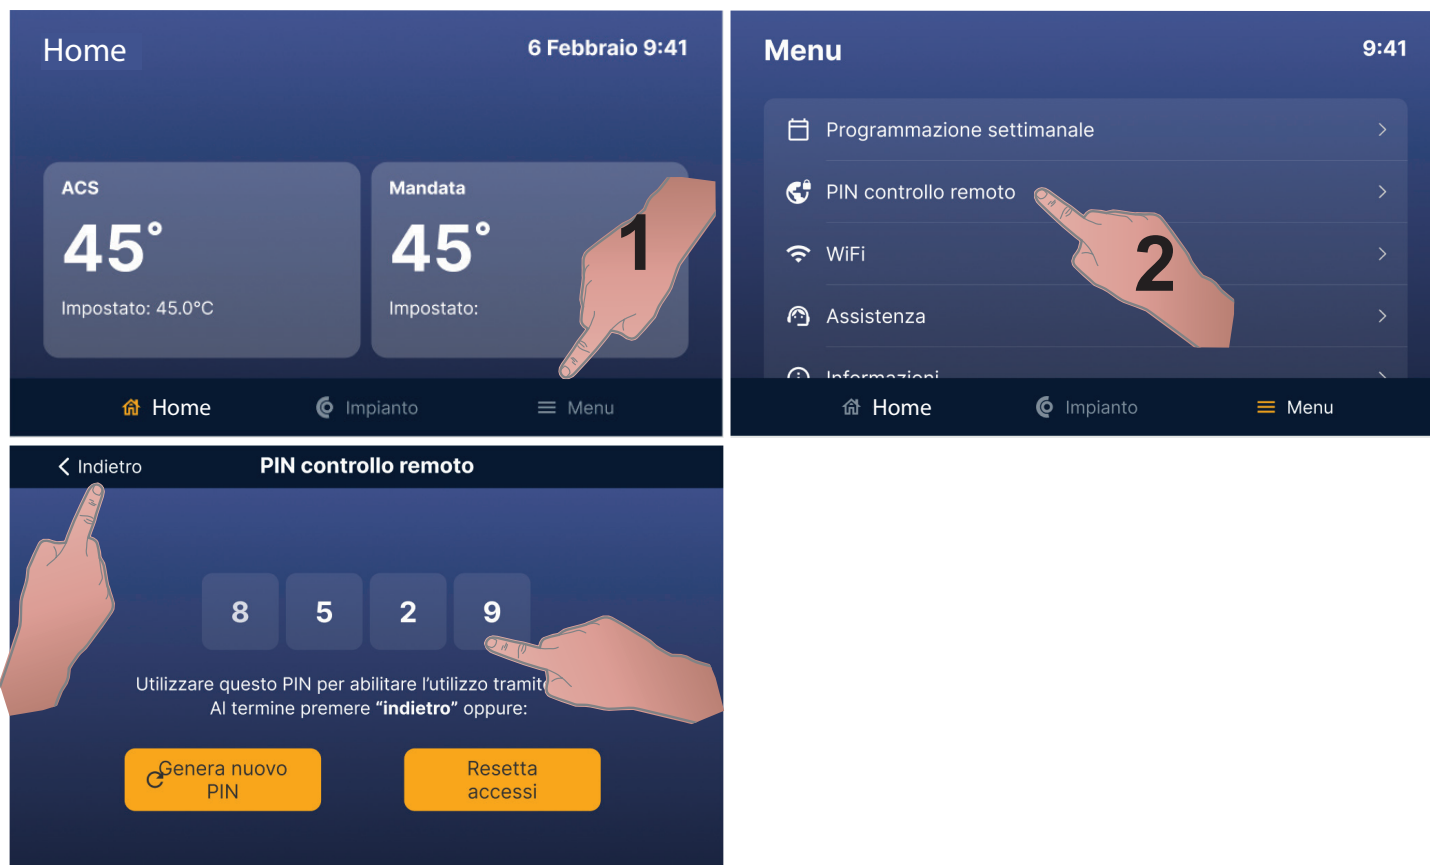

Figura 7-44 - Recupero PIN da comando remoto
9.-Recuperare il PIN dal comando remoto come indicato in Figura 7-44